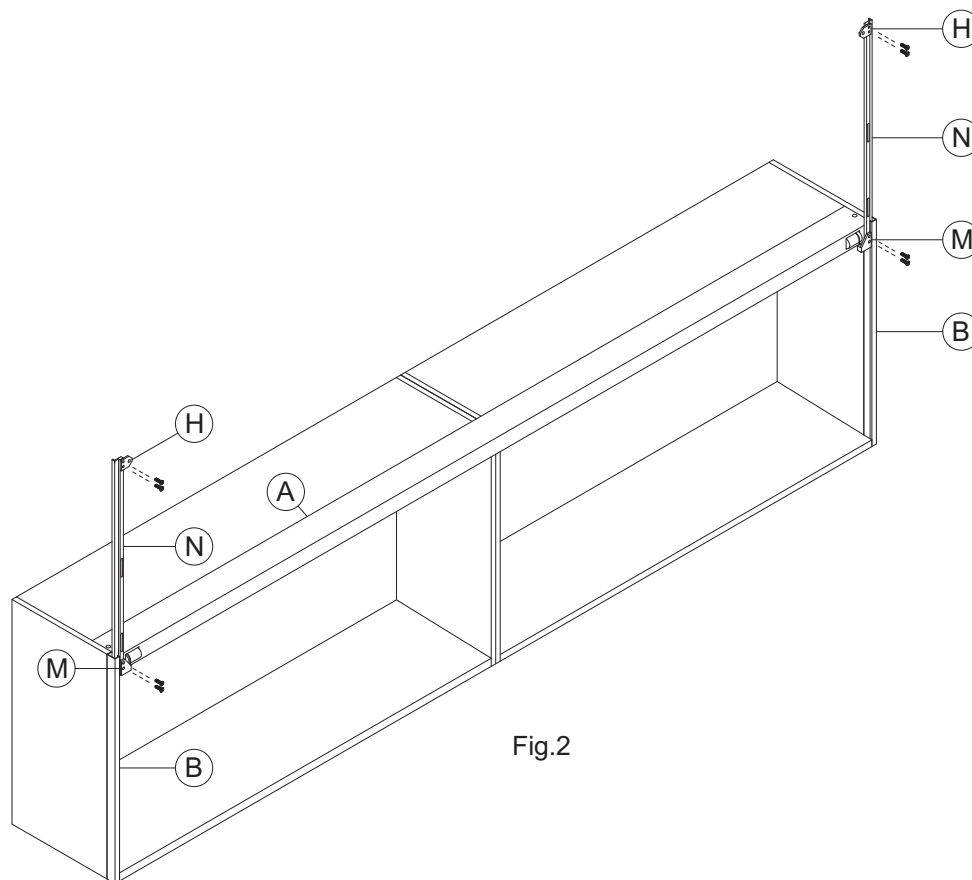

Fig.2
- Sfilare dalle guide ad estrazione totale (B) le guide di scorrimento (N). Fissare su quest'ultime le staffette (M) con viti TPS M4x10 in dotazione (fig.2).
- Fissare nella parte superiore delle guide di scorrimento (N) l'elemento di fissaggio ante (H) con le viti TPS M4x10 in dotazione (fig.2)
- Extract from the telescopic guides (B) the sliding guides (N). Fix to these sliding guides the connection parts (M) with the TPS M4x10 screws furnished in the kit. (fig.2)
- Fix in the upper part of the sliding guides (N) the fixing element for the doors (H) with TPS M4x10 screws furnished in the kit.
- Aus den teleskopischen Schiebeschienen/B/ die Gleitschienen/N/ herausfahren und an diesen an den Verbindungselemente (M) mit den gelieferten Schrauben TPS M4x10 befestigen. (Abb.2)
- Den Bauteil für die Befestigung der Türen (H) mit den gelieferten Schrauben TPS M4x10 an den oberen Teil der Gleitschienen (N) befestigen. (Abb.2)